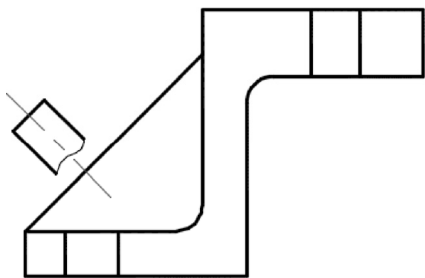

图 13-30 进行修剪等操作
22) 对加强筋剖面图形进行修剪并修改相关图线的图层（或修改相关图线的线型），完成该步骤后的图形效果如图 13-30 所示。